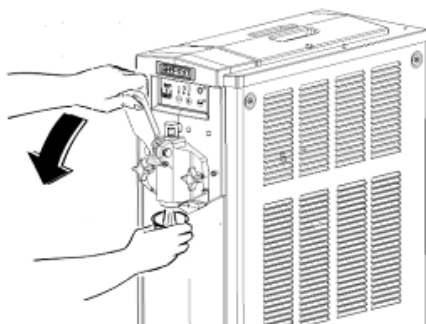

Fig. 1
- Riempire la vasca superiore di acqua tiepida e risciacquare l'apparecchiatura (Fig. 1) per eliminare la maggior parte dei residui di prodotto.